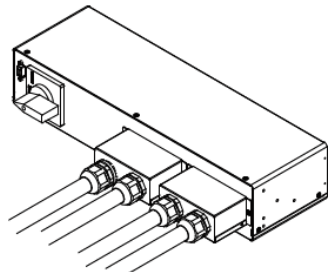

Рис. 5
- 5-3. Прикрепите коробки кабельного ввода к БСБ-О, а затем зафиксируйте кабели стопорными гайками уплотнений ввода. См. Рис.5